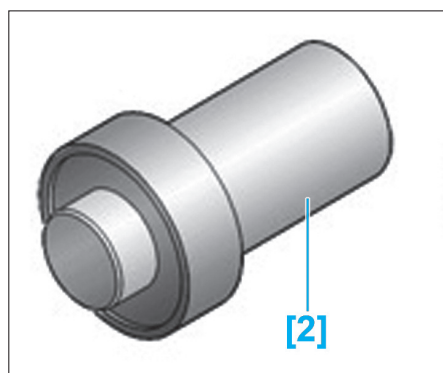

Fig. 2
- Boîte BE4R : 7114-TX (Fig.2).